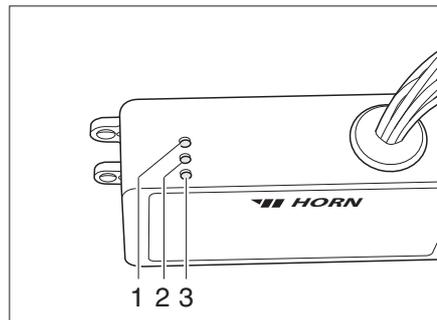

Bild 201 Regelgerät
Das Regelgerät (Bild 201) ist im Kleiderschrank eingebaut. Die Kontroll-Leuchten auf dem Regelgerät haben folgende Bedeutung:
- Kontroll-Leuchte (Bild 201,2) leuchtet grün: Regelung in Betrieb.
- Kontroll-Leuchte (Bild 201,1) leuchtet rot: Abwassertank wird beheizt.
- Kontroll-Leuchte (Bild 201,3) leuchtet rot: Abwasserleitungen werden beheizt.